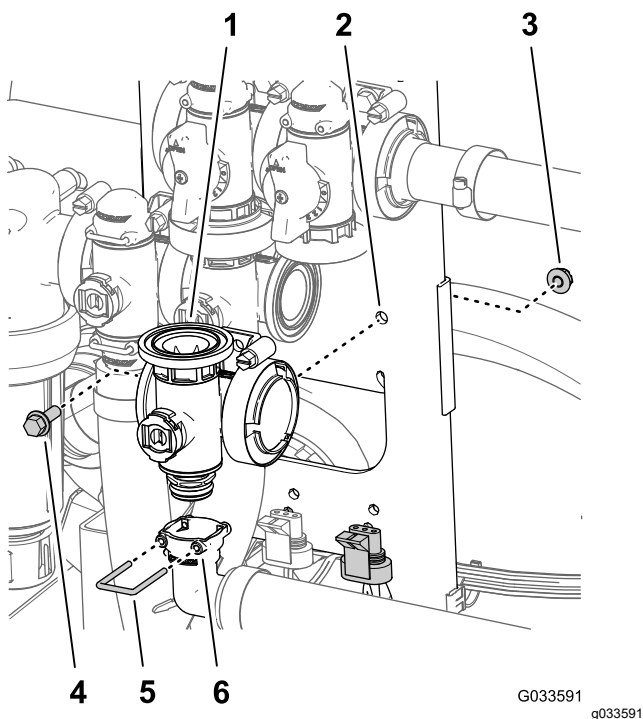

Figura 130
- Alinai mufa fittingului de ieire la 90° în fittingul de cuplare de la baza colectorului pentru supapa braului principal (Figura 130).